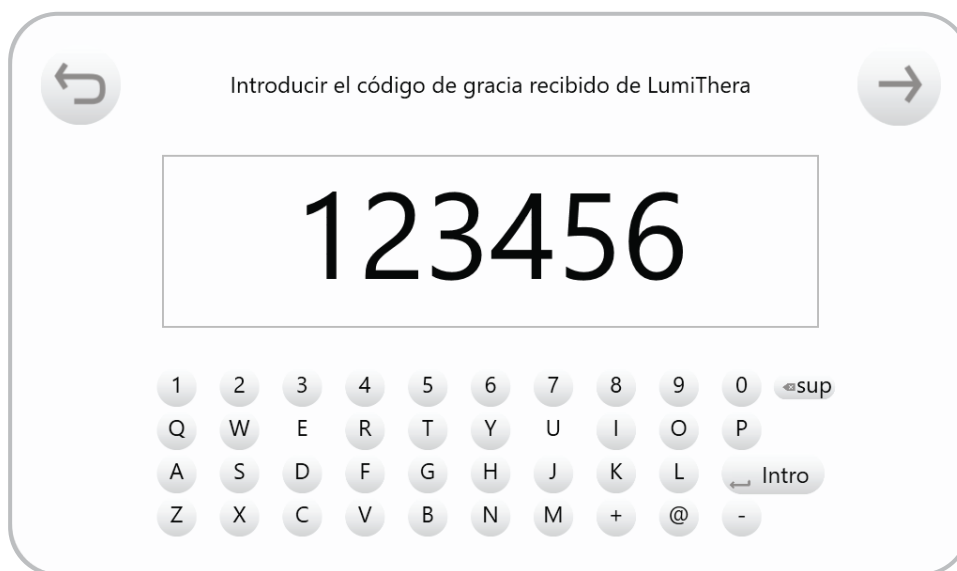

FIGURA 21
- Introduzca el código en el sistema Valeda y pulse el botón “Continuar”  para proceder (Figura 21).